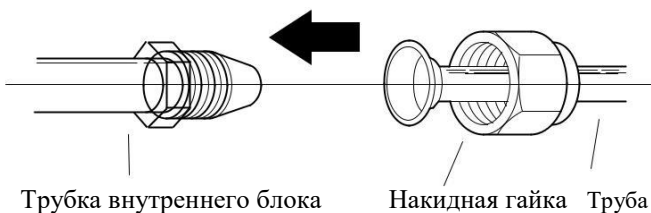

Рис. 5.7
1. Соедините центры двух труб, которые вы будете подключать. См. Рис. 5.7 .